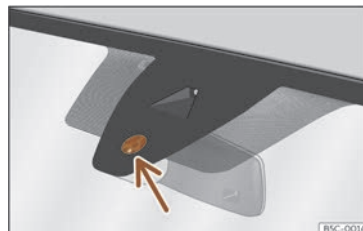

Fig. 102 Superficie sensible do sensor de choiva.
As posibles causas de anomalías e interpretacións erróneas *na área da superficie sensible*» fig. 102 do sensor de choiva son, entre outras:
- Limpe regularmente a superficie sensible do sensor de choiva» fig. 102 (frecha) e comprobe posibles danos nas gomas.